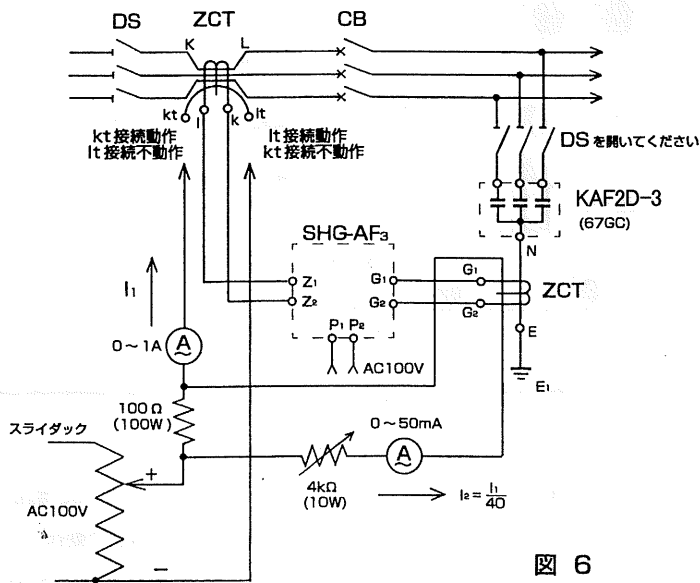
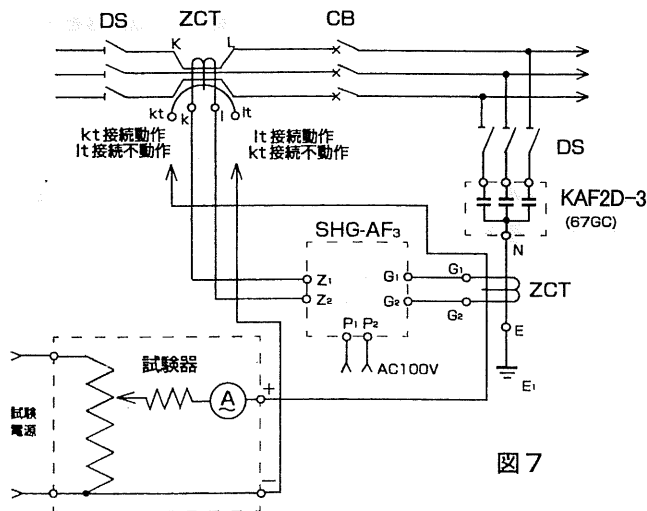

図 6
図 7
この継電器の試験は、動作原理的には図6に示す試験回路で行なわなければなりません。現場などで簡便に方向動作の機能を確認する場合は図7に示す方法でも差支えありません。
1) 動作方向試験 (図7)
2) 不動作方向試験 (図7)